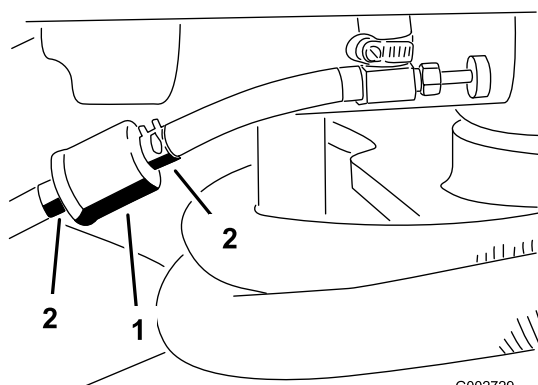

Bild 29
1. Schließen Sie den Kraftstoffhahn, lockern die Schlauchklemme an der Vergaserseite des Filters und ziehen die Kraftstoffleitung vom Filter ab (**Bild 29**).